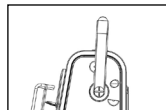

Fig. 1
1. Después de desempacar, coloque la manija en posición vertical. [Fig. 1].